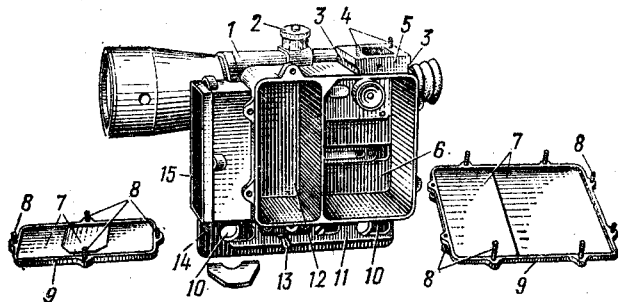

Рис. 33. Корпус прицела ППН-2:
38. Корпус прицела ППН-2 (рис. 33) служит для сборки частей прицела и присоединения прицела к оружию.